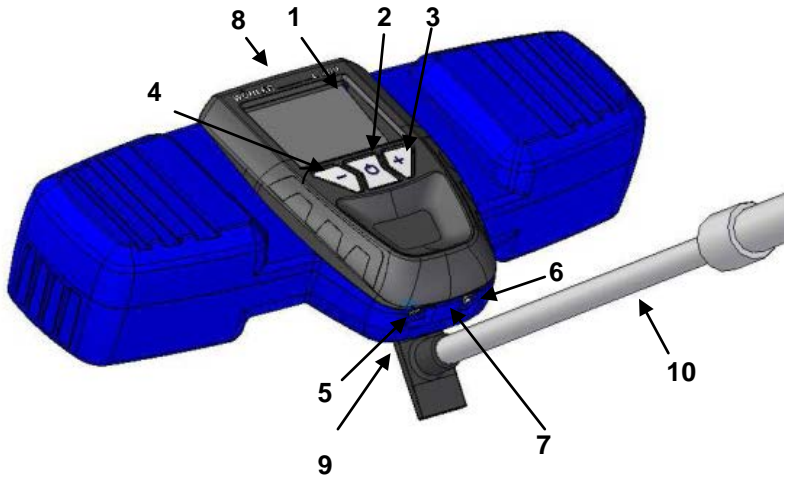

Abb. 1: Geräteteile
Vor einem Transport kann der Locator mit dem Sperrschalter gesichert werden, um den Akku zu deaktivieren. Der Sperrschalter befindet sich auf der Unterseite des Lokators, vgl. Abb. 1, Teil 7.
- Stecken Sie den USB Stecker des im Lieferumfang enthaltene USB-Kabels in die USB Buchse (Abb. 1, Teil 6) und verbinden Sie das
- Schieben Sie den Verschluss der Öffnung an der Frontseite des Gehäuses vor (Abb. 1 , Teil 7).